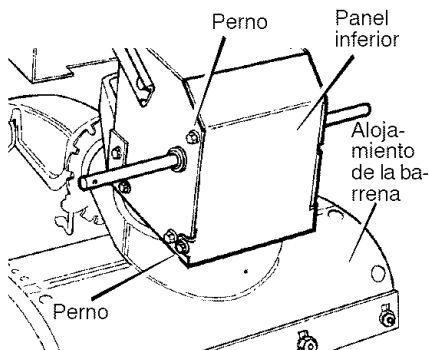

Figura 83
2. Afloje los **pernos** a cada lado del **panel inferior** (Figura 83).
18. Instale el **panel inferior** (Figura 83).
11. Instale el **panel inferior** (Figura 83).